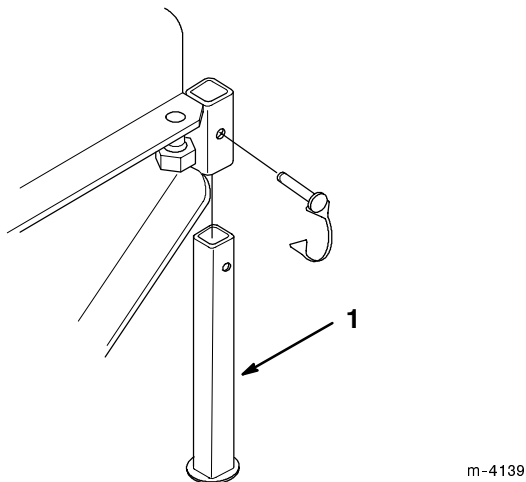

Figure 8
9. Déposer les pieds avant/leviers de presse (Fig. 8).